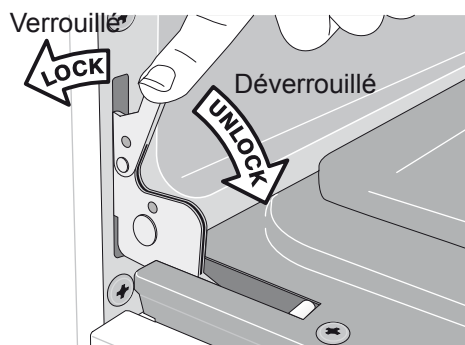

Figure 2 - Loquet en position engagée
2. Tirez les loquets de charnière de chaque côté (droite et gauche) de l'encadrement du four vers la porte (Fig. 2). Il est possible qu'un petit tournevis à tête plate soit nécessaire pour cette étape.
4. Soulevez les loquets des charnières de chaque côté (droite et gauche) de la porte du four vers l'encadrement de la cuisinière à la position verrouillée (Fig. 2).